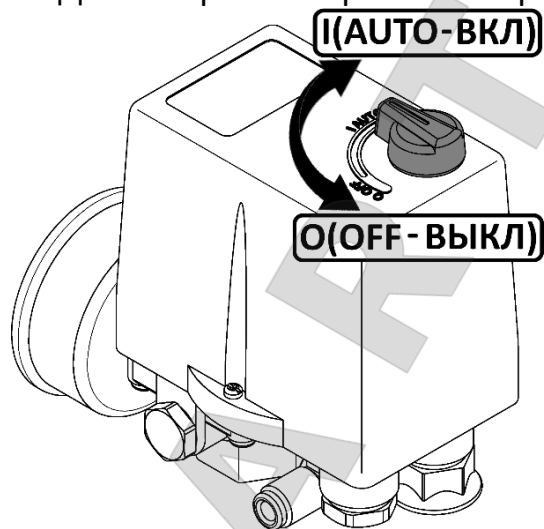

Рисунок 4
- Проверьте, чтобы выключатель на прессостате находился в выключенном положении "OFF" (см. рисунок 4).
- 1 Выключить компрессор выключателем на прессостате. Для этого необходимо переключить выключатель в положение "OFF" (см. рисунок 4). После этого остановится электродвигатель и произойдет сброс давления из нагнетательного воздухопровода и поршневого блока.
7.3.2 Компрессор оборудован устройством защиты от перегрузок. При нарушении питания электрической сети, а также при работе с ПВ более 60% возможно автоматическое срабатывание защиты двигателя. Для пуска компрессора после срабатывания защиты выполните следующие действия: после того, как двигатель остынет до допустимой температуры, переключите выключатель на прессостате в положение "OFF" (см. рисунок 4), а затем включите компрессор, переключив выключатель в положение "AUTO".